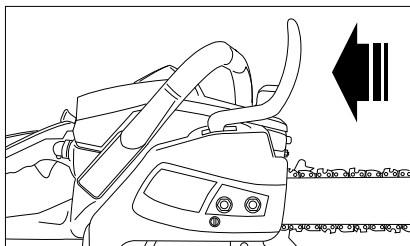

Рис. 4
2. Встановіть щиток гальма ланцюга в робоче положення, потягнувши важіль на себе. Переконайтеся, що ланцюг обертається навколо шини (рис. 4).